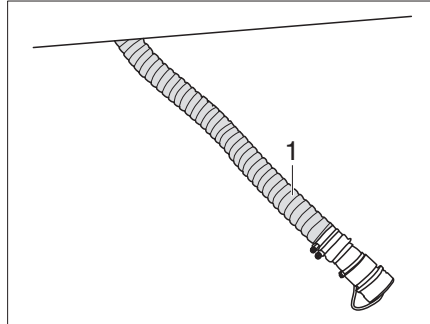

Fig. 387 Vaciar el cassette del aseo con vibrador
- Desenganchar el tubo flexible de vaciado (Fig. 387,1) situado debajo del vehículo e introducirlo en la estación de evacuación.
- Dejar el tubo flexible de vaciado (Fig. 387,1) en la estación de evacuación.
- Guardar el tubo flexible de vaciado (Fig. 387,1) debajo del vehículo.